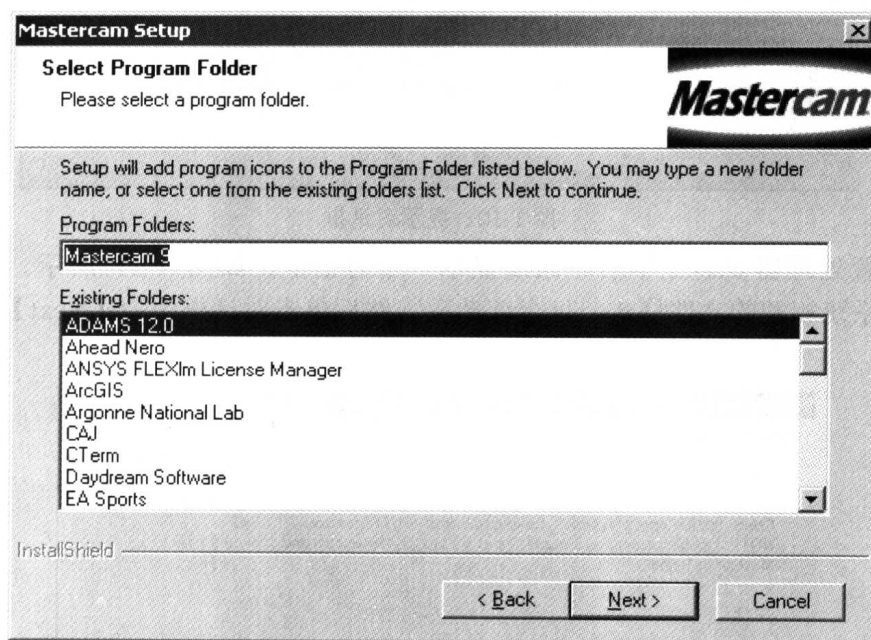

图 1-8 文件夹
8. 系统要求输入安装程序的文件夹名, 如图 1-8 所示。接受缺省选项, 然后单击【Next】按钮继续安装。